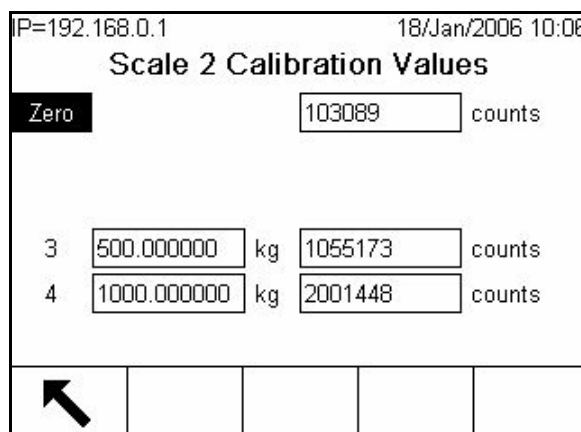

Figura 3-19: Pantalla de valores de calibración con el cero enfocado
- Valores de calibración: Muestra los valores actuales de calibración para cada báscula (Figura 3-19). Si estos valores se registran después de la calibración de la báscula, y el PCB se cambia en un futuro, los valores de calibración pueden ingresarse manualmente aquí para "transferir" la calibración previa a la nueva PCB de canal. Esto no está disponible con las bases IDNet.